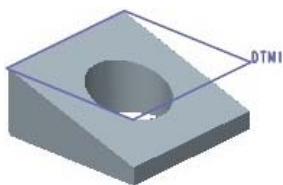

图 5.36.6 基准平面 DTM1
Step4. 创建基准平面图 5.36.6 所示的 DTM1。在模型树中选取 TOP 基准平面为偏移基准平面, 偏移距离值为 110.0。